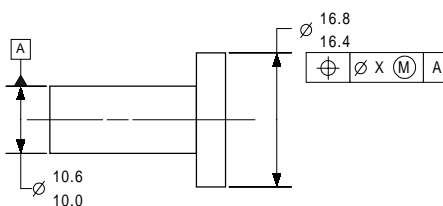

Figura 4
26. En la Figura 4, el dispositivo para simular el eje de datum *A* sería . . .